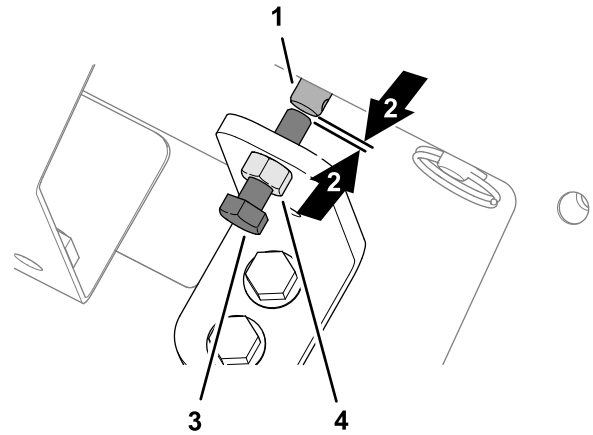

Figura 38
1. Desaperte a porca de retenção no suporte de sobreposição manual (Figura 38).
2. Rode o parafuso de cabeça sextavada de sobreposição da válvula no sentido contrário ao do relógio até ver uma pequena folga entre a extremidade do parafuso e a extremidade da haste do solenoide da velocidade de deslocação (Figura 38).
3. Aperte a porca de bloqueio (Figura 38).